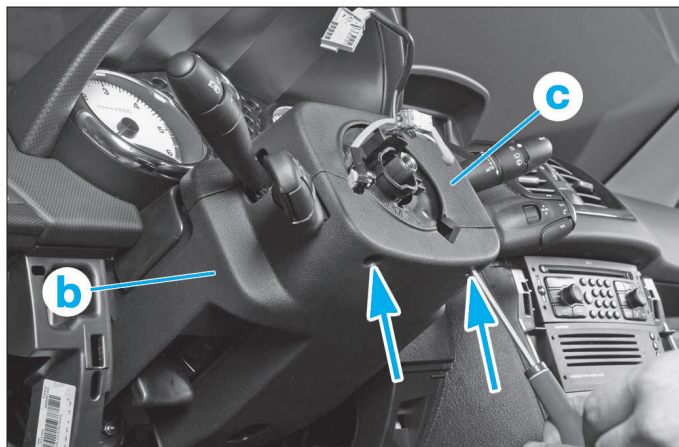

FIG. 20
- Dévisser les deux fixations à empreinte Torx T20 maintenant le cache sous volant (b) puis le déposer en le dégrafant du cache supérieur de colonne de direction (c) (Fig.20).